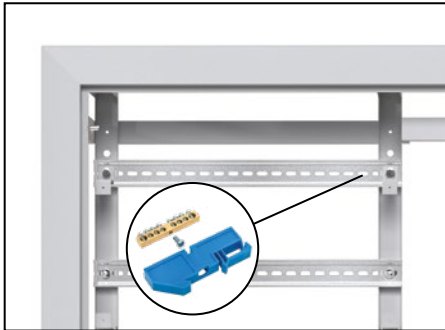

Рис. 13
- 1.2. Установите и закрепите шину N на изоляторе* (приобретается отдельно) на месте, указанном на рис. 13.